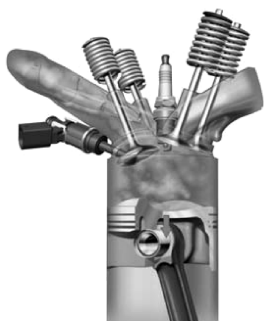

图 1-13 进气过程
1) 进气过程。活塞在曲轴带动下由上向下移动, 此时进气门打开, 排气门关闭如图 1-13 所示。